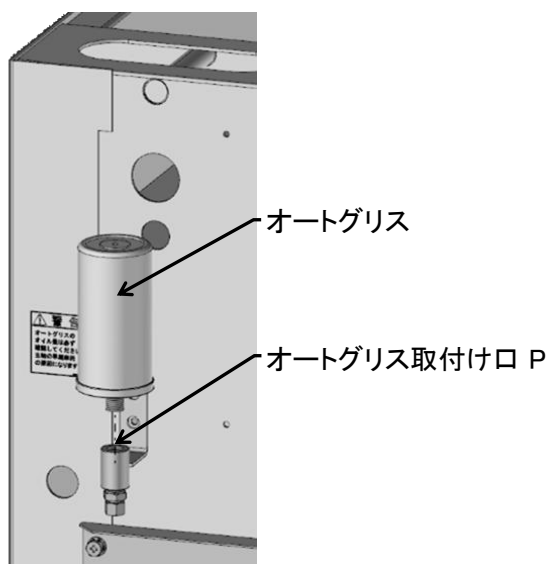

図 5-5
- ・ 付属品のオートグリスをオートグリス取り付け口 P に取り付けます。(図 5-5)